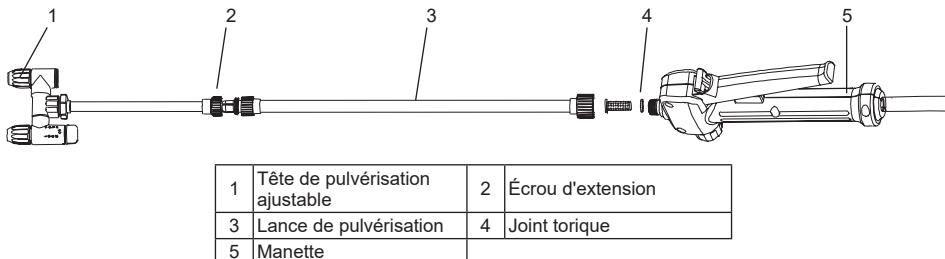

Figure 1
2. Il faut garantir que le joint torique est en place, puis vissez la lance de pulvérisation sur la manette en serrant fermement. En référence à la Figure 1.